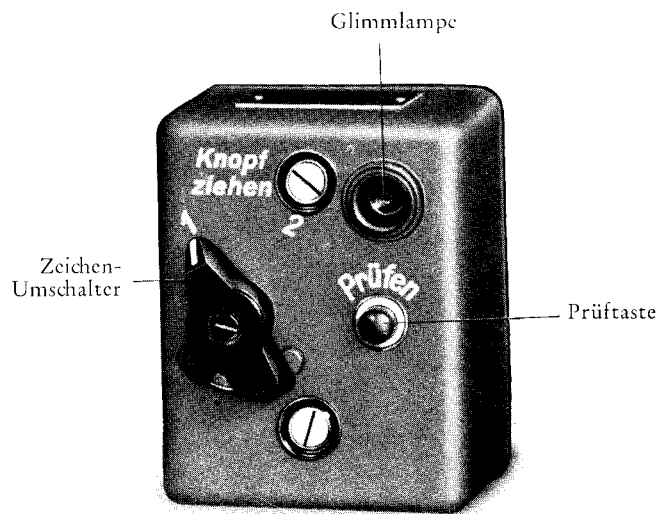

Abb. 14. Vorderansicht des Bedienungsgerätes
**Ausführung** (i. Abb. 14 und 15): Rechteckiges Leichtmetallguß-Gehäuse mit abnehmbarer Haube.